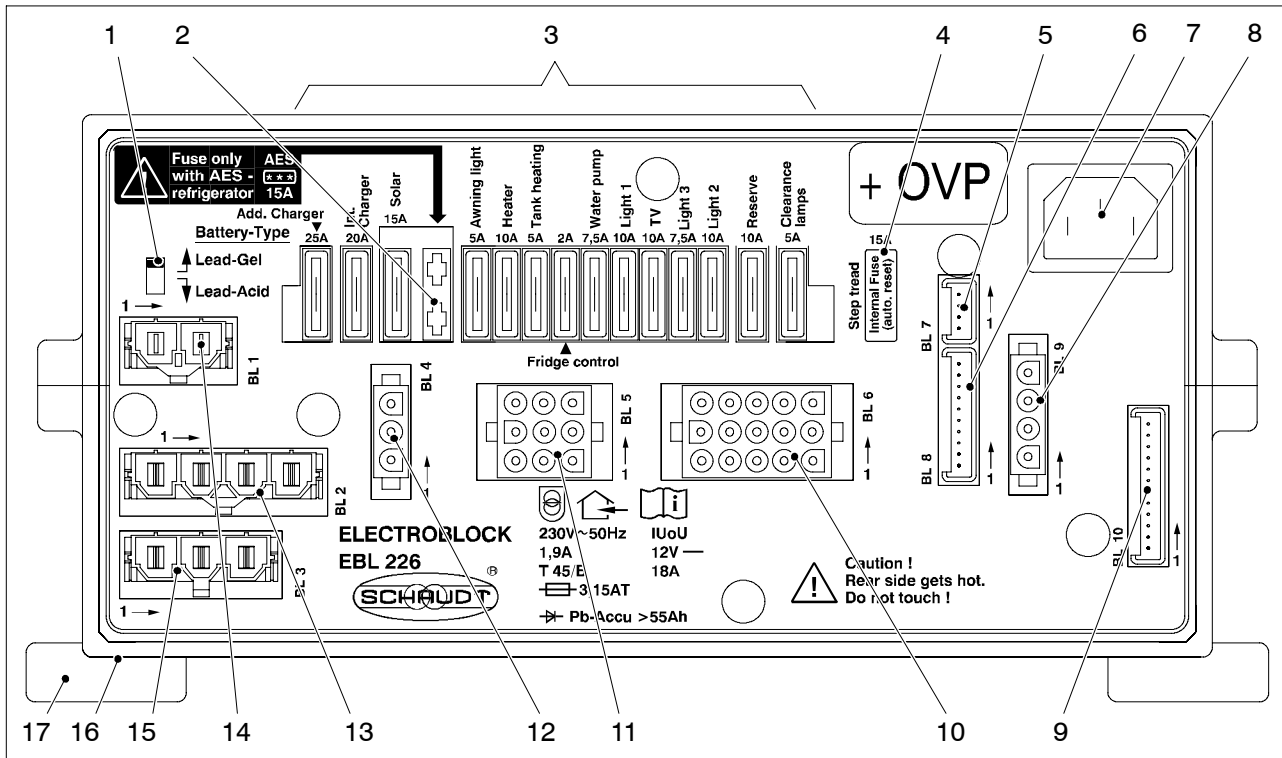

Fig. 4 Design, Electrobloc EBL 226 C +OVP (front)
- Sicherstellen, dass die AES-Sicherung (Bild 4, Pos. 2) nur eingesetzt ist, wenn ein AES-Kühlschrank angeschlossen ist. Die Wohnraumbatterie kann sonst tiefentladen werden. Batterieschäden sind nicht auszuschließen.